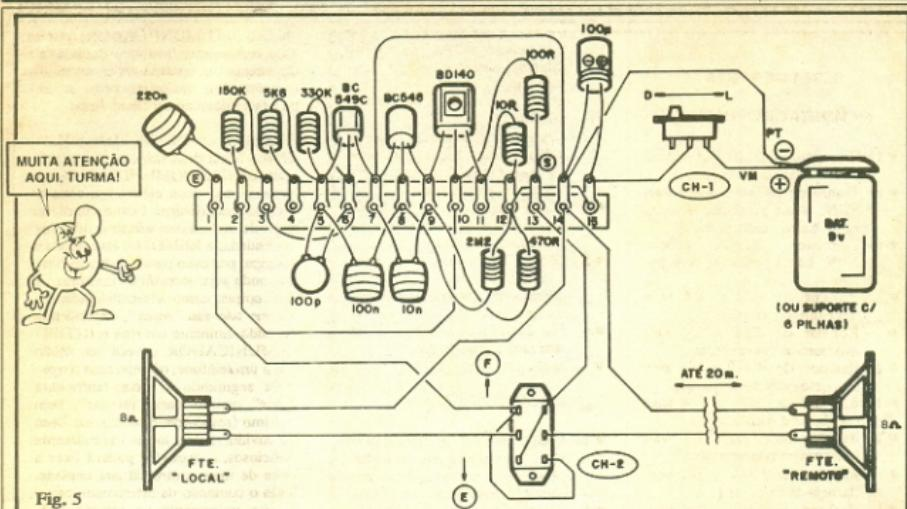

Fig. 5
- FIG. 5 - "Chapeado" da montagem (vista real das peças e suas interligações completas). O Leitor/Aadro assiduo já sabe como se virar com as soldagens e com a interpretação visual dos "chapeados" em ponte de terminais. Conforme as montagens vão (com a sequência do nosso "Curso"...), usando cada vez mais componentes, mesmo o sistema em ponte de terminais acabará por ficar "congestionado" (já dá para sentir um pouco isso, na montagem do INTERCOMUNICADOR...), razão pela qual, em futuro próximo, entraremos na técnica de Circuito Impresso, para a qual, na prática, não há mais limites de quantidade, forma ou tamanho dos componentes. Entretanto, mesmo que a princípio a "coisa" pareça um pouco confusa ou complicada, bastam alguns preceitos simples e um pouco de atenção e cuidado, para que a realização do INTERCOMUNICADOR não se transforme num animal heptacéfalo (bicho de sete cabeças...):